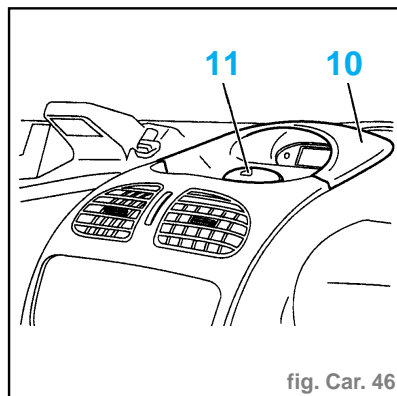

fig. Car. 46
- Déposer le combiné (9).
- Dégrafer en tirant vers soi la façade centrale supérieure (10) (fig. Car. 46).